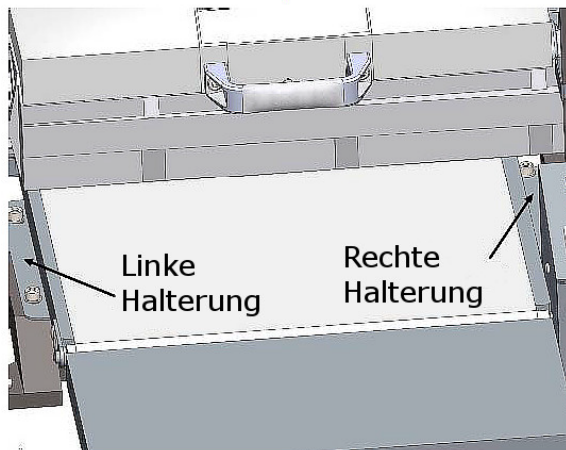

Abb. 31: Parallelität Vorschubband zu Schleiftrommel einstellen
Schritt 7: Messung an der Stelle A und B wie in Abbildung 31 dargestellt durchführen.